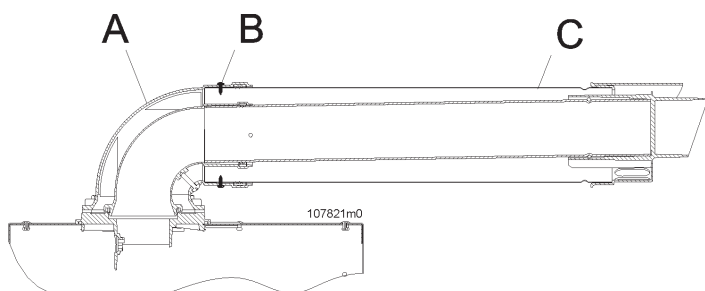

Figure 5-31 - Positionnement du conduit coaxial
**ATTENTION !!! Suivre scrupuleusement les phases d'installation du conduit coaxial comme illustré sur la Figure 5-31. Il faut en particulier:**